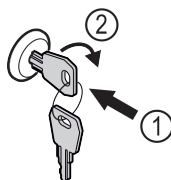

Fig. 61 Représentation à titre d'exemple
- Insérer la clé Fig. 61 (1).
- Tourner la clé à 90° dans le sens horaire Fig. 61 (2).